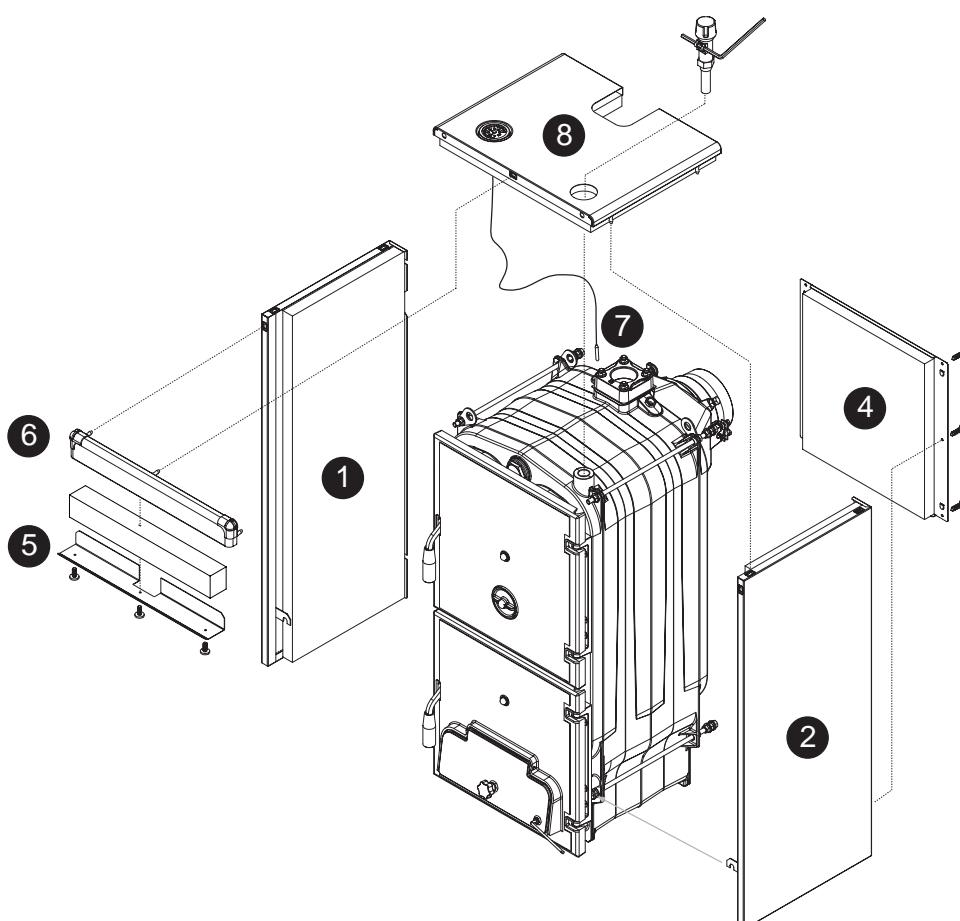

Fig. 6
- Enlever la vis M8 x 60 qui fixe le clapet d'introduction d'air à la porte du cendrier et visser la vis avec pommeau en bakélite (1) fournie dans l'emballage. À l'extrémité de la vis M10, placer un écrou borgne avec calotte (2).
- Fixer le levier M6 (3) au clapet d'air en le plaçant horizontalement vers la droite. À l'extrémité du levier se trouve un trou sur lequel sera ensuite reliée la chaînette du régulateur thermostatique.
4.5 MONTAGE DU REVÊTEMENT [fig. 6]